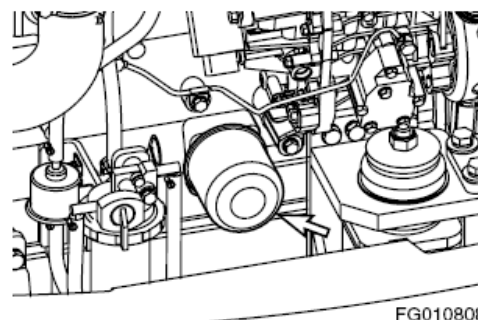

Figura 74
2. Reemplace el filtro del aceite del motor con una llave para filtros. El filtro de aceite del motor -es de rosca. Consulte Figura 74 Retire y deséchelo.